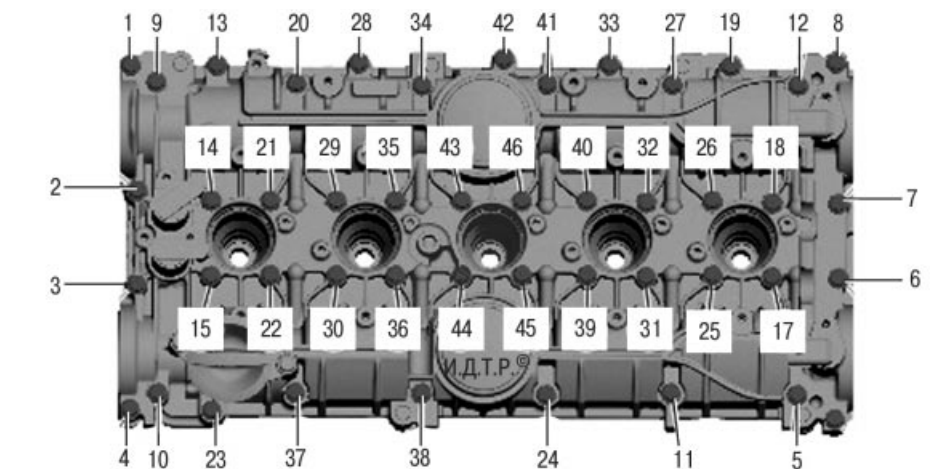

Рис. 5.46. Порядок ослабления затяжки болтов крепления крышки головки блока цилиндров
6. Снимите крышку головки блока цилиндров, вывернув сорок шесть болтов крепления крышки головки блока цилиндров в порядке, показанном на рис. 5.46.
14. Болты крепления крышки затягивайте моментом 17 Н·м в порядке, обратном показанному на рис. 5.46.